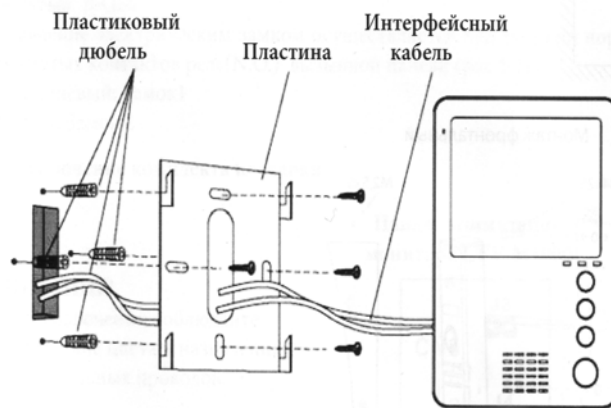

Рис. 2. Схема монтажа видеомонитора МЕТАКОМ MKV-VM8.
- е) Закрепите видеомонитор на заранее подготовленном месте с помощью прилагаемого комплекта крепежа (рис. 2).